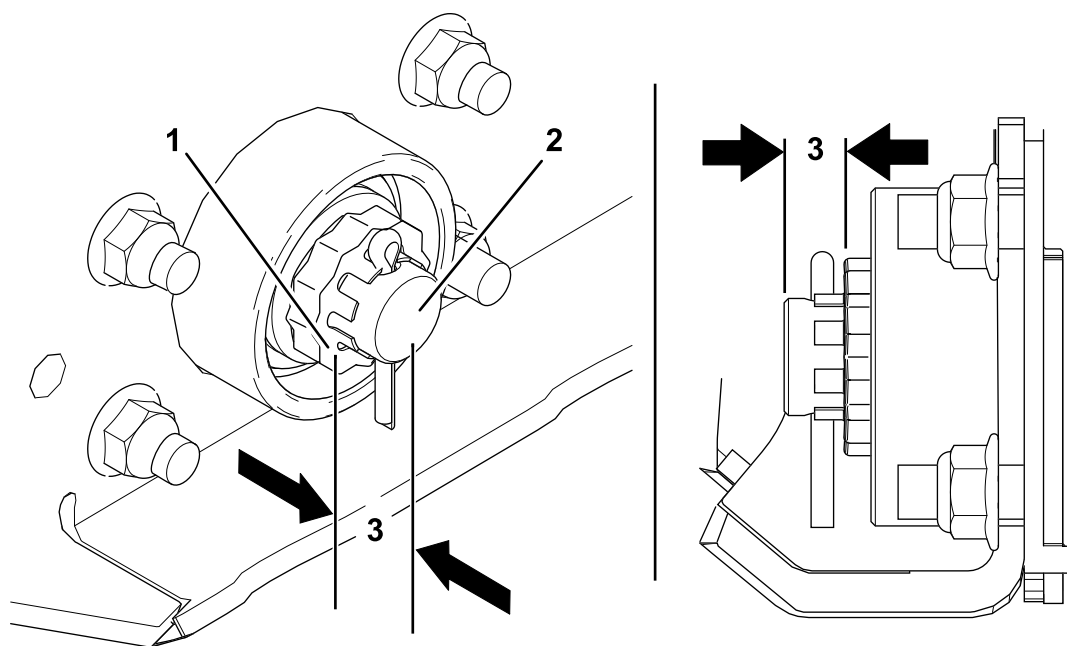

Figure 4
7. À une extrémité de l'arbre du rouleau, installez l'écrou et le contre-écrou jusqu'à obtention d'un écartement de 9,5 mm entre la face du contre-écrou et l'extrémité de l'arbre (Figure 4).